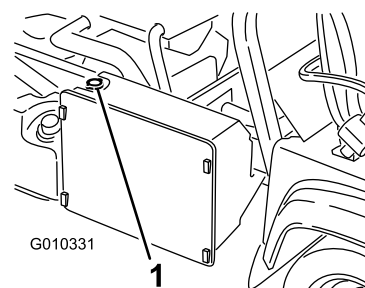

Рисунок 52
3. Снимите крышку радиатора (Рисунок 52).
4. Снимите крышку расширительного бачка (Рисунок 52).
7. Долейте жидкость в радиатор и установите на место крышку (Рисунок 52).